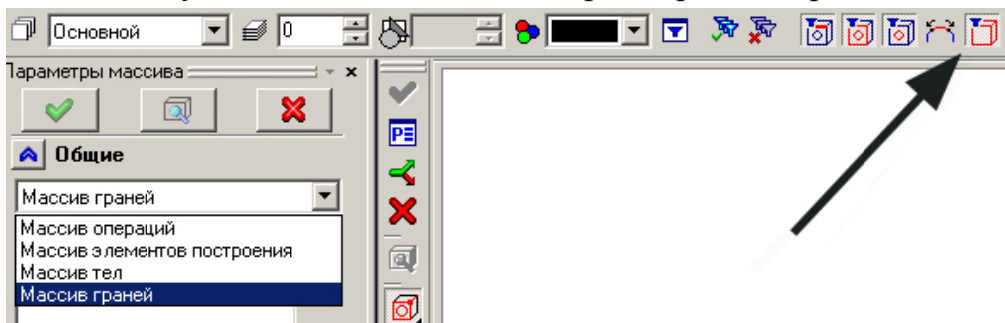

Рисунок 8 – Панель инструментов. Привязки
- В системной панели сделать активной привязку Выбор операций (Рисунок 8)